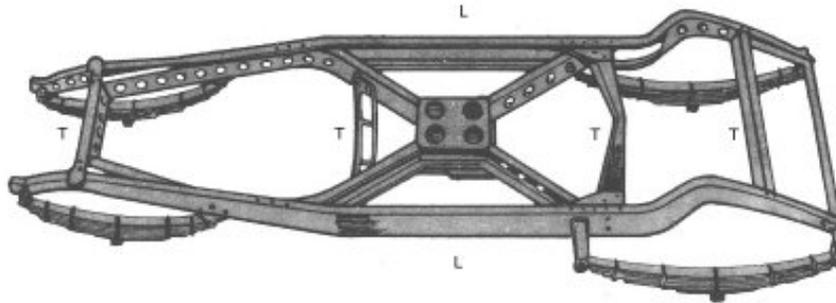

Fig. 1.
La estructura que va a conseguir esa robustez se llama bastidor y está formado por dos fuertes largeros (L) y varios travesaños (T), que aseguran su rigidez (Fig. 1).